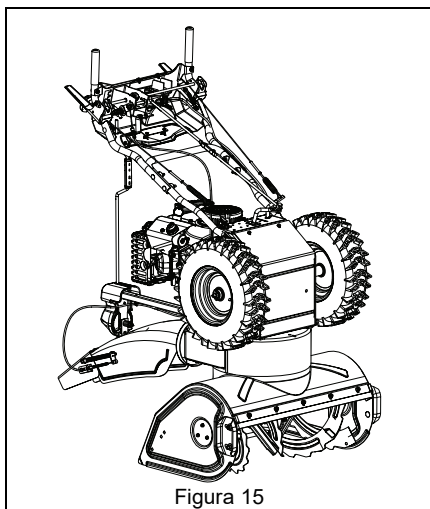

Figura 15
Vedere Figura 15.
1. Portare l'unità nella posizione di manutenzione. Vedere Figura 15.